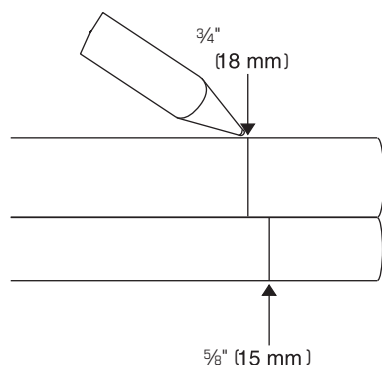

Fig. 19
1. a) **Coloque** los tubos ROJO y VERDE encima del diagrama y coloque el tubo AZUL en la parte inferior. Use una pluma para **marcarlos** a la altura de las flechas (Fig. 19).
- b) Use una regla o **coloque** el tubo desde el suministro de agua fría en la parte superior del diagrama y **marque** una línea a  $\frac{3}{4}$ " (18 mm) o a la altura de la flecha (Fig. 19).